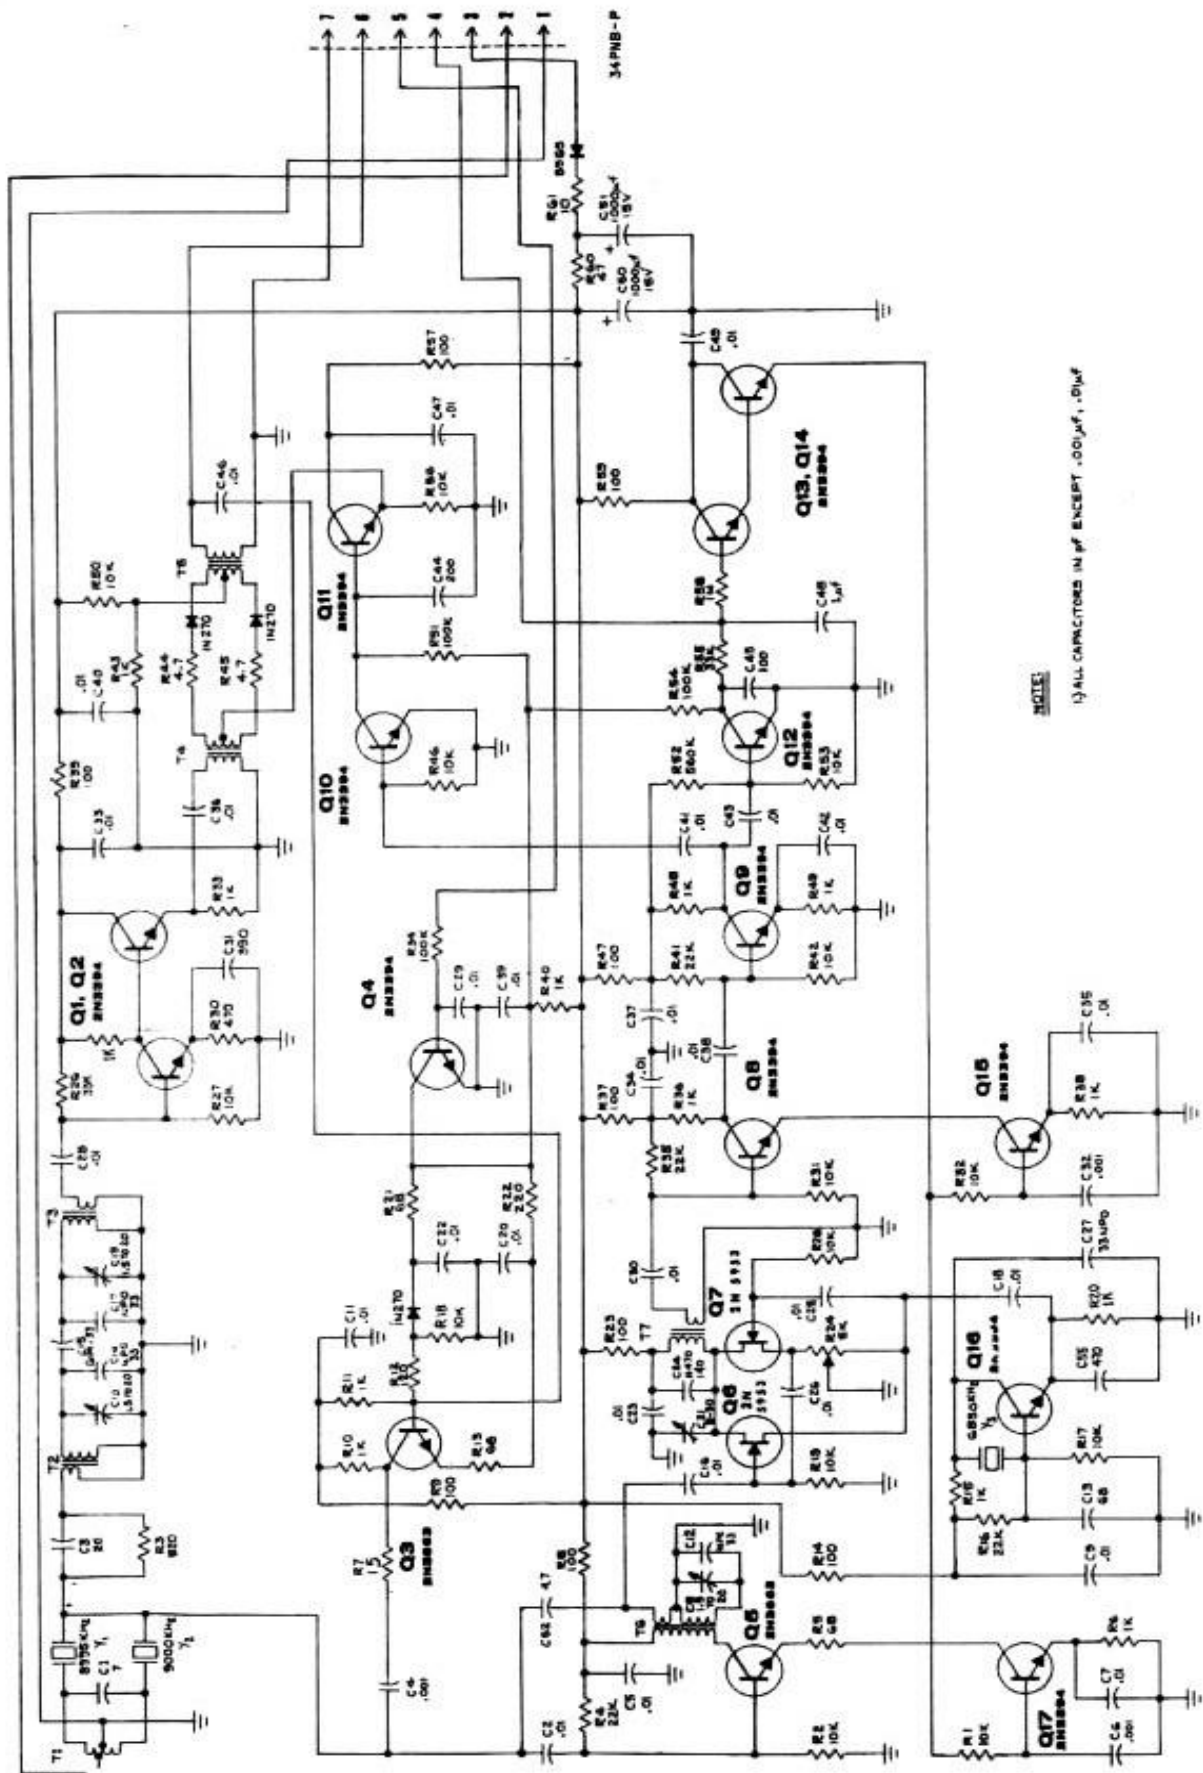

Figura 7 Circuito esquemático Drake 34-PNB
- Figura 7 Circuito esquemático Drake 34-PNB